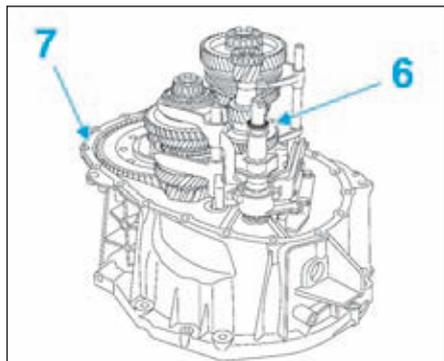

FIG.11
- Vérifier la présence de la rondelle de calage (6) (Fig.11).
- Mettre un cordon de pâte d'étanchéité sur le plan joint de carter de mécanisme (7).